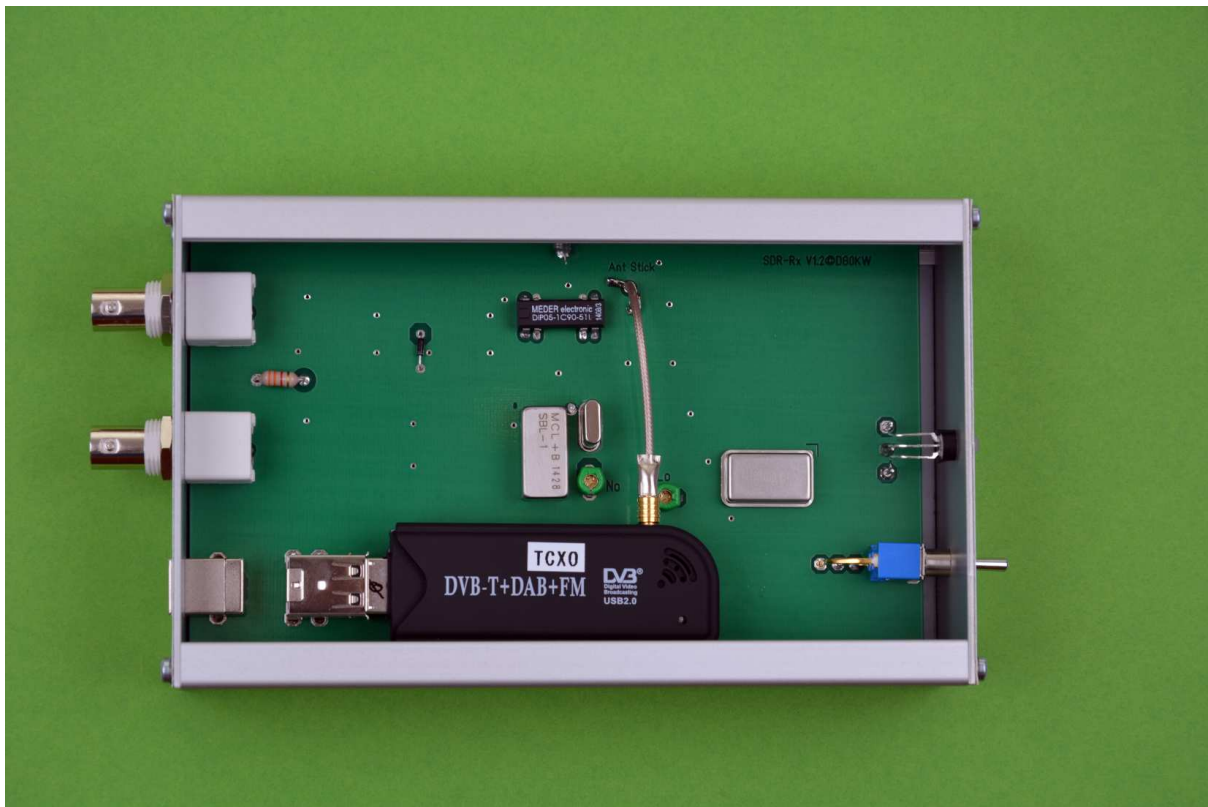

Bild 16: Ansicht der Bestückungsseite der Leiterplatte (V 1.2) mit dem DVB-T-Stick
6. LED mit kaum gekürzten Anschlussbeinen an K5 bis K7 anlöten. In der Höhe von etwa 13 mm über der Platine sind die Anschlussbeine in einem 90°-Winkel nach vorne umzubiegen (siehe **Bild 16**).
Bei dem Anbieter [2][11] ist auch ein Stick erhältlich der anstelle des Quarzes mit einem TCXO [9] bestückt ist und damit eine wesentlich höhere Temperaturstabilität besitzt. Das **Bild 16** zeigt einen solchen Stick im geöffneten Gehäuse.